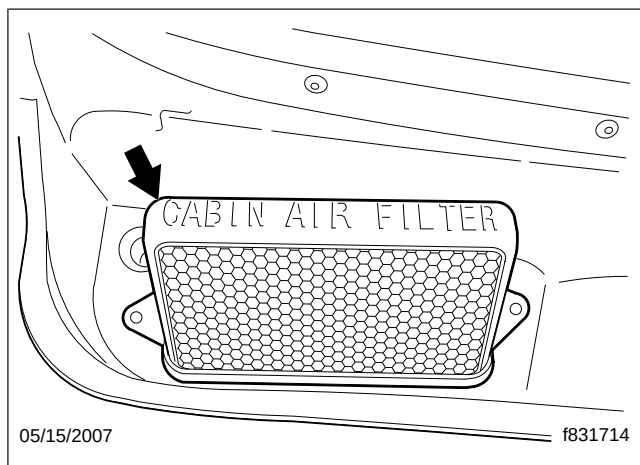

Fig. 2, Crépine d'aspiration
3. Retirez la crépine d'aspiration. Voir la **figure 2**.